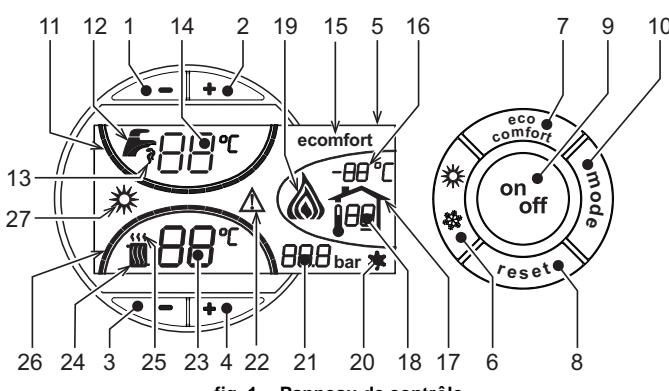
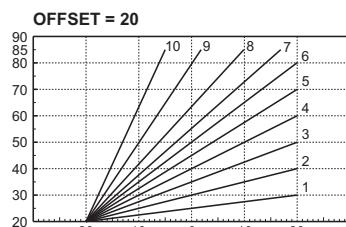

fig. 1 - Panneau de contrôle
fig. 14 - Exemple de déplacement parallèle des courbes de compensation
En cas de besoin thermique (déTECTé par le thermostat d'ambiance ou la chronocommande à distance), l'air chaud au-dessus du radiateur (rep. 24 et 25 - fig. 1) clignote.
Les voyants des degrés chauffage (rep. 26 - fig. 1), s'allument au fur et à mesure que la température du capteur de chauffage atteint la valeur fixée.
Lors d'une demande d'eau chaude sanitaire (venant de l'ouverture d'un robinet d'eau chaude), l'icône du robinet d'eau chaude (rep. 12 et 13 - fig. 1) clignote. S'assurer que la fonction COMFORT (rep. 15 - fig. 1) est activée
Les voyants d'indication de chauffage (rep. 11 - fig. 1) s'allument au fur et à mesure que la température du capteur de l'eau chaude sanitaire atteint la valeur programmée.
Lorsque le chauffage du ballon est actif (réglage par défaut), le pictogramme CONFORT est actif sur l'afficheur (rep. 15 - fig. 1), tandis que lorsqu'il est désactivé, c'est le pictogramme ECO qui est actif sur l'afficheur (rep. 15 - fig. 1)
Le ballon peut être désactivé par l'utilisateur (mode ECO) en appuyant sur la touche eco/confort (rep. 7 - fig. 1). Pour activer le mode CONFORT, rappuyer sur la touche eco/confort (rep. 7 - fig. 1).
Extinction de la chaudièreAppuyer sur la touche **on/off** (rep. 9 - fig. 1) pendant 1 seconde.**fig. 6 - Extinction de la chaudière**
Pour rallumer la chaudière, appuyer à nouveau sur la touche **on/off** (rep. 9 - fig. 1) pendant 1 seconde.
2.4 Réglages**Commutation Été/Hiver**Appuyer sur la touche **été/hiver** (rep. 6 - fig. 1) pendant 1 seconde.**fig. 8**
L'afficheur montre le symbole Été (rep. 27 - fig. 1) : la chaudière ne fournira que de l'eau chaude sanitaire. Le système hors-gel reste actif.
Pour désactiver le mode Été, appuyer à nouveau sur la touche **été/hiver** (rep. 6 - fig. 1) pendant 1 seconde.
Pour régler la température entre 30° C (minimum) et 80° C (maximum), agir sur les **touches du chauffage** (rep. 3 et 4 - fig. 1).
Pour régler la température entre 10 °C (minimum) et 65 °C (maximum), agir sur les **touches eau chaude sanitaire** (-/+ (rep. 1 et 2 - fig. 1)).
Lorsqu'une sonde extérieure (option) est installée, l'afficheur du tableau des commandes (rep. 5 - fig. 1) montre la température extérieure actuelle mesurée par la sonde. Le système de régulation de la chaudière travaille en mode "température évolutive". Dans ce mode, la température de l'installation chauffage est régulée en fonction des conditions climatiques extérieures de manière à garantir un confort élevé et une économie d'énergie pendant toute l'année. En particulier, lorsque la température extérieure augmente, la température de départ installation diminue selon une courbe donnée "de compensation".
Avec le réglage évolutif, la température programmée à l'aide des touches chauffage -/+ (rep. 3 et 4 - fig. 1) devient la température maximum de départ installation. Il est conseillé de régler la valeur maximale pour permettre au système de réguler la température sur toute la plage utile de fonctionnement.
Appuyer une fois sur la touche **mode** (rep. 10 - fig. 1) pour afficher la courbe de compensation actuelle (fig. 11). Il est possible de la modifier à l'aide des **touches eau chaude sanitaire** (rep. 1 et 2 - fig. 1).
Appuyer sur les touches **chauffage** (rep. 3 et 4 - fig. 1) pour passer au déplacement parallèle des courbes (fig. 14), qui peut être modifié à l'aide des **touches eau chaude sanitaire** (rep. 1 et 2 - fig. 1).
Réappuyer sur la touche **mode** (rep. 10 - fig. 1) pour quitter le mode de réglage des courbes parallèles.
Si la chaudière est reliée à la chronocommande à distance (option), les réglages ci-dessus seront gérés comme indiqué dans le tableau tableau 1. De plus, l'afficheur du panneau de commande (rep. 5 - fig. 1) montre la température ambiante actuelle, mesurée par la chronocommande à distance.